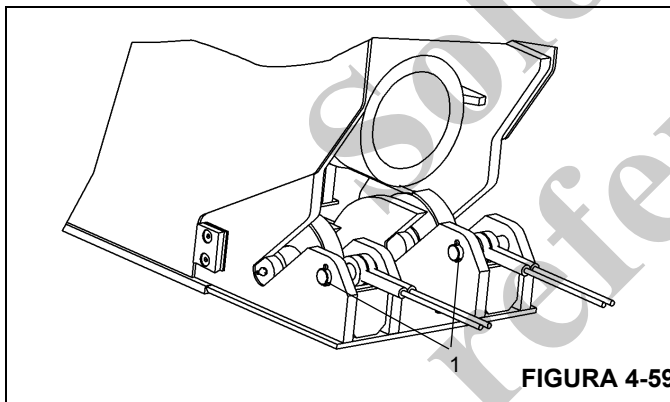

FIGURA 4-59
- a. Lubrique el pasador e instálelo a través de los extremos del cable. Fije el pasador (Figura 4-59, 1) con pasadores hendidos.